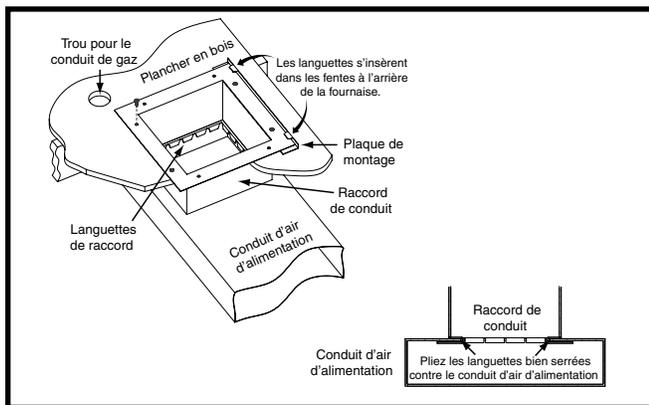

Figure 11. Raccord de conduit à languettes
- Marquez l'emplacement de l'ouverture du conduit d'alimentation en air en tirant un trait autour des languettes du raccord de conduit. Voyez la Figure 11 (page 16).
- Installez la plaque de montage (Figure 11) sous la surface arrière du raccord de conduit. Alignez les trous pour vis dans les deux composants.
- Pliez les languettes inférieures du raccord de conduit vers le haut et serrez-les le plus possible contre le conduit d'alimentation en air. Voyez la Figure 11.